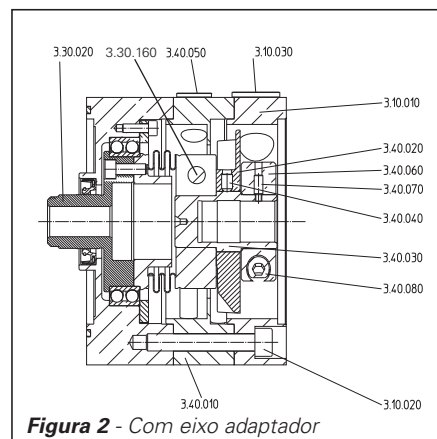

Figura 2 - Com eixo adaptador
2.2 Montagem da ventoinha para engrenagem com eixo adaptador (figura 2)